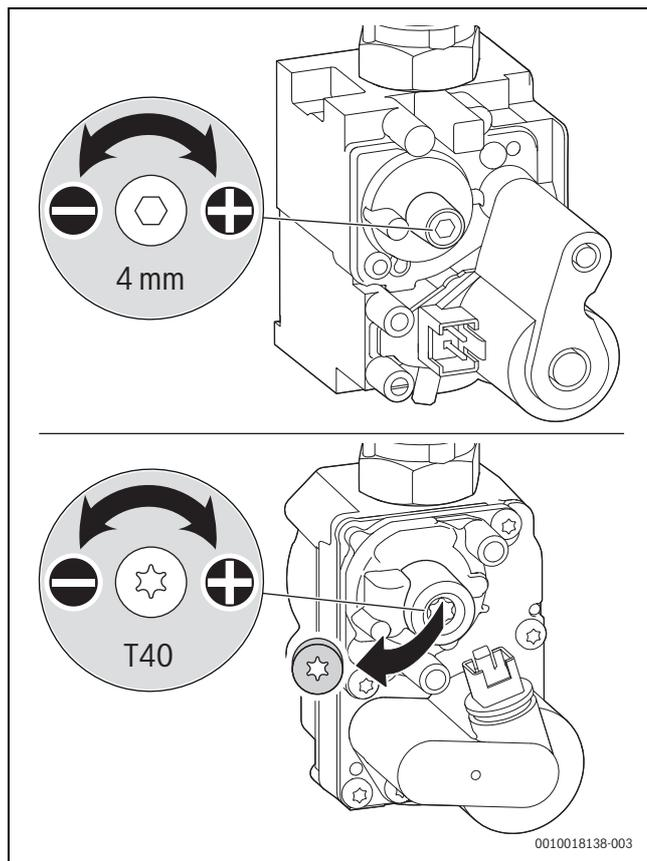

Fig. 36 Ajustar la concentración de CO2 o de O2
- ▶ Retirar el precinto en el tornillo de ajuste de la válvula de gas (sólo válvula de gas abajo en fig. 36) y ajustar la concentración de CO2 o de O2 para una mínima potencia térmica nominal.